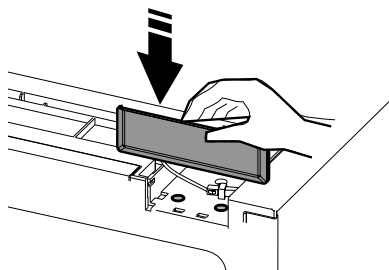

Figura 27
48. Encaje en su posición el alojamiento del interruptor de ampolla (ver Figura 27) comprobando que el mazo de cables no sobresalga sobre la parte superior del armario.